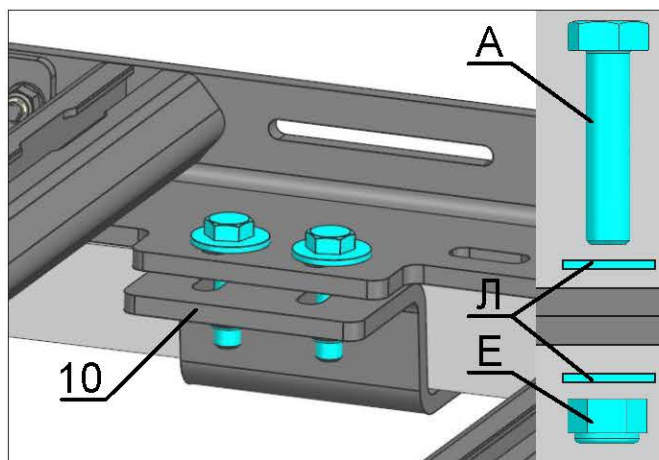

Рис. 10
7. Закрепите багажник спереди и сзади, используя Зажимы (Поз.10), Пластины (Поз.11), Болты 8x 35 (Поз. А), Шайбы 8 увеличенные (Поз. Л), Гайки 8 (Поз. Е), как показано на Рис. 9. Закрепите багажник в средней части, используя Зажимы (Поз.10), Болты 8x35 (Поз. А), Шайбы 8 увеличенные (Поз. Л), Гайки 8 (Поз. Е), как показано на Рис. 10.